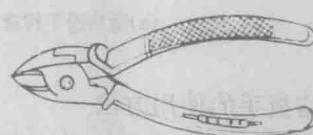

图2-9 断线钳
(5) 断线钳 断线钳又称斜口钳,钳柄有铁柄、管柄和绝缘柄三种型式,其中电工用的绝缘柄断线钳的外形如图2-9所示,其耐压为1000伏。